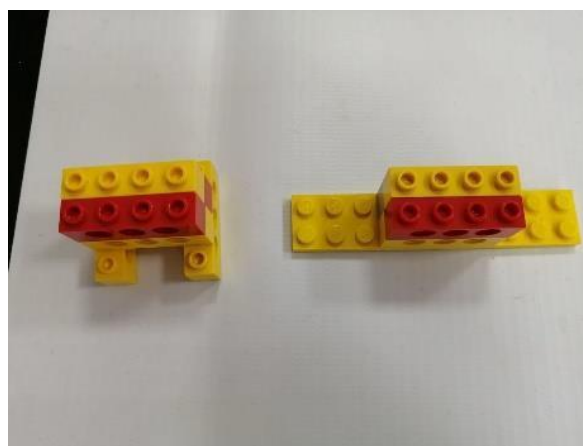

Рисунок 3.
2. Пластина 2x10 – 1шт. и балка с шипами 1x4 – 4 шт. (смотрите рис. 3).